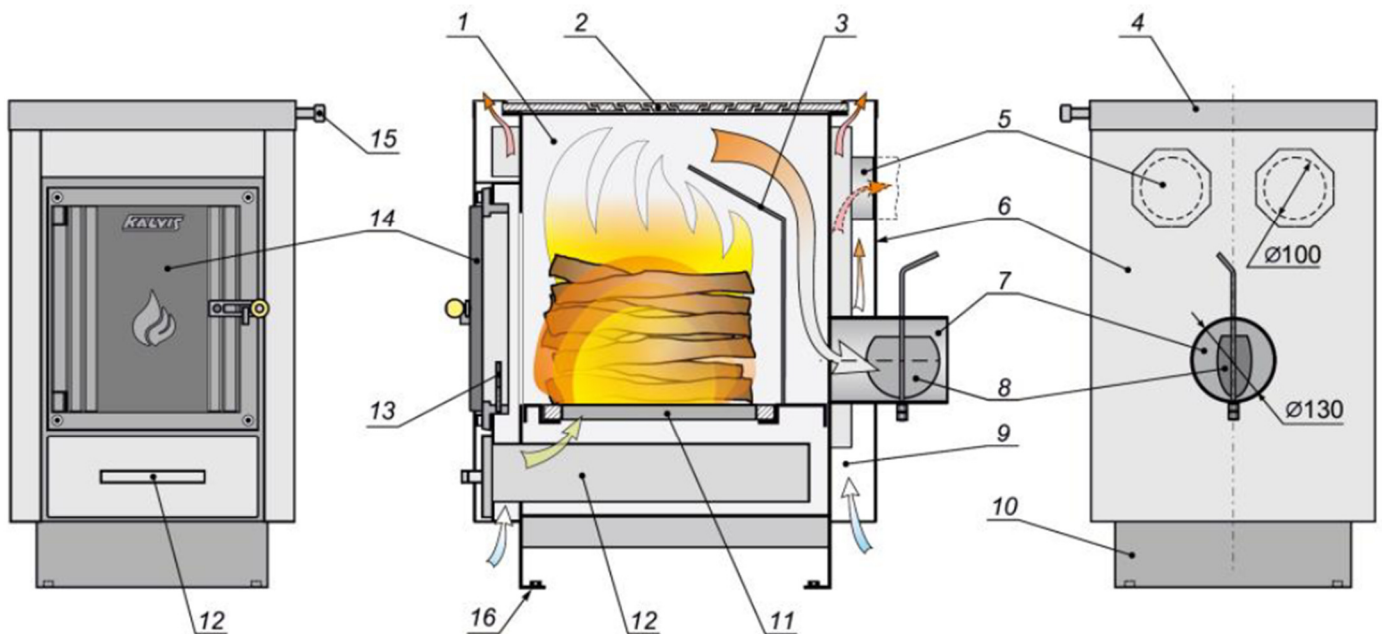

*Bild 1 - Ofenaufbau*
Das Gehäuse des Ofens (1) (siehe Bild 1) ist aus 4 - 6 mm starken Blechen geschweißt. Der obere Gehäuseteil ist mit einer gusseisernen Wärmeplatte mit Ringen (2) bedeckt. Im vorderen Teil des Ofens befinden sich ein Türelement (14) und ein Aschekasten (12). Hinter der Tür (14) befindet sich das Schutzblech (13), das den Brennstoff hindert aus der Brennkammer bei geöffneter Tür zu fallen. Am Boden der Brennkammer sind gusseiserne Feuergitter (11) mit seitlichen Rinnen angebracht. Der Rauch aus dem Feuerraum wird durch den Rauchabzug (7) abgeleitet. Dort ist auch die Zugluftklappe (8) in den Rauchabzug eingebaut. Das Gehäuse ist mit einem dekorativen Außenmantel (6) abgedeckt, hinter denen bis zum Gehäuse (1) ein Luftspalt (9) für die Heißluftzirkulation belassen ist. Die Kochplatte ist von einem Zierrand (4) umgeben, an dem von einer Seite die Armlehne (15) befestigt ist. Die Luft in den Heizzonen (9) kommt von unten, durch die Basis (10) in die Hohlräume und geht dann erhitzt durch die Hohlräume zum Ausgang am Rand (4). Im hinteren Teil des Ofens, hinter den abnehmbaren Abdeckungen (6) der Abdeckungen sind die Aufnahmen (5) für den Anschluss der Luftkanäle installiert.
**Hinweis:** Die Verwertung des Verpackungsmaterials (Holzpalette und Plastikfolie) muss den Umwelanforderungen und Vorschriften des Landes des Benutzers entsprechen. In Extremfällen kann die Holzpalette als Brennstoff für den Ofen verwendet werden. Die Schrauben (16) (siehe Bild 1), die für die Befestigung des Ofens an der Palette vorgesehen sind, können auch für die Höheneinstellung des Ofens bei der Montage verwendet werden.
- Ist die Luftzufuhröffnung rund um den Ofenboden (10) (siehe Bild 1) unten verstopft oder anderweitig verdeckt?
Öffnen Sie die Zugluftklappe (8) (siehe Bild 1). Legen Sie etwas feines Brennmaterial durch die Tür (14) auf den Feuerrost (11) und zünden Sie es an. Wenn der Brennstoff gut brennt, fügen Sie größere Brennstoffstücke hinzu. Stellen Sie die Verbrennungsintensität mit dem Aschekasten (12) ein, indem Sie ihn mehr oder weniger öffnen und schließen und so die Luftzufuhröffnung vergrößern oder verringern. Mit der Rauchgasklappe (8) den Schornsteinzug erhöhen oder verringern.
Um zu vermeiden, dass beim Nachlegen von Brennstoff Rauch in den Raum entweicht, wird empfohlen, den Aschekasten (12) (siehe Abbildung 1) vollständig zu schließen, die Zugluftklappe (8) vollständig zu öffnen, die Tür (14) leicht zu öffnen, 20 Sekunden zu warten, bis die Zugluft stabil ist, und sie dann langsam vollständig zu öffnen. Brennstoff einfüllen, die Tür schließen und in die Ausgangsposition zurückkehren.